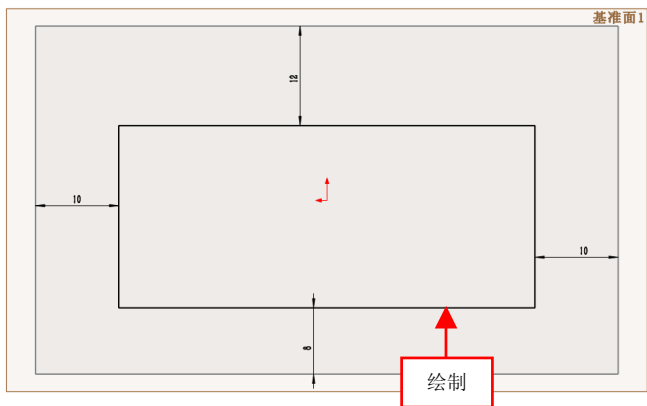

图 16-53 绘制草图对象
(11) 退出草图绘制环境，单击【草图绘制】按钮，选择基准面 1 为草图绘制平面，进入草图绘制环境，单击相应的按钮，绘制相应的草图，如图 16-53 所示。